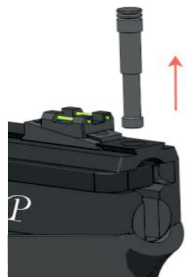

Рис.12
6) Затем извлеките смежный штифт (рис.12)